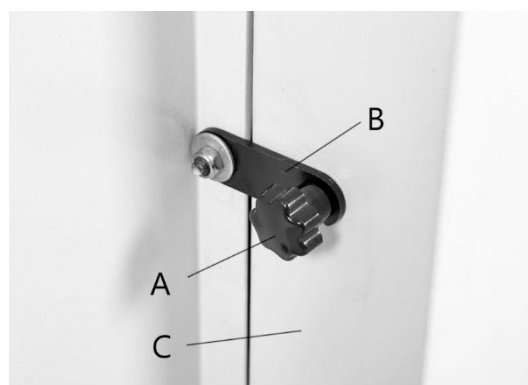
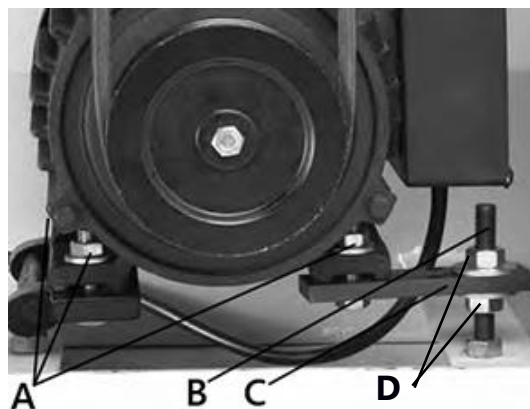

Рисунок 16.
Рисунок 24.
Откройте дверку C шкива ножевого вала (рис. 16). Вращайте ножевой вал, чтобы получить доступ к одному из трех ножей.
Поставьте на место кожух ножевого вала, закройте дверцу С шкива ножевого вала (рис. 16).
- Ослабьте рукоятку А (рис. 16), откройте замок В, откройте дверцу С.
- Чтобы настроить натяжение ремня, ослабьте гайки D (рис. 24), чтобы передвигать основание электродвигателя вверх или вниз до тех пока не получите отклонение в 12 мм, как написано в предыдущем пункте.
Для замены, отключите станок от сети. Откройте дверцу С (рис. 16), ослабьте крепеж В на пластине натяжения С, которая крепит электродвигатель к кронштейну (рис. 24).
Ослабьте крепеж А, который крепит электродвигатель к кронштейну (рис. 24). Передвигайте электродвигатель горизонтально пока шкив ножевого вала не выровняется со шкивом электродвигателя.